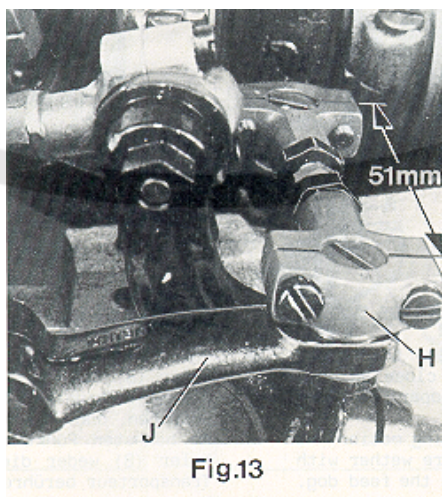
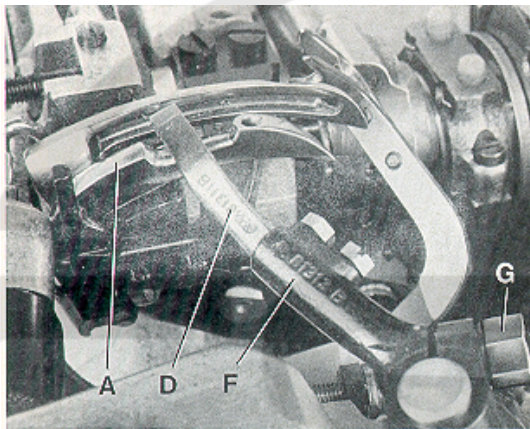
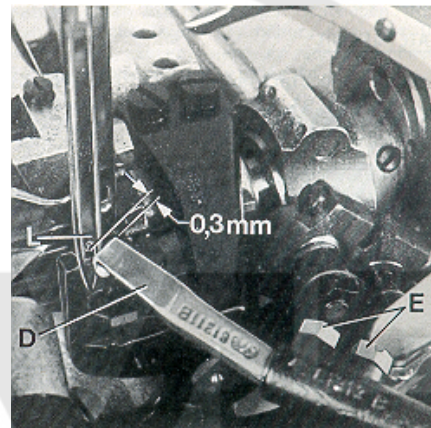

Fig.13
Fig.14
Fig.15
The distance (set at the factory) from center to center of the two ball joints driving the cross looper should be 51 mm (2") (see Fig. 13).
Basically the front ball joint (H, Fig. 13) should be positioned as far as it will go to the left in the fastening slot of the cross looper drive lever (J).
When rotating the handwheel in operating direction cross looper (D, Fig. 14) should swing as close as possible in the recess behind the eye over the double locked stitch looper (A) without contacting it.
At the left end of its swing motion cross looper (D, Fig. 15) must be positioned so that the left needle (L) securely stitches into the thread loop hanging around the hook of cross looper (D). In front of the left needle the cross looper should pass in a distance of 0.3 mm (.012") (see Fig. 15).
Der Abstand (im Werk eingestellt) von Mitte zu Mitte zwischen den beiden Kugelgelenken zum Antrieb des Quergreifers muß 51 mm betragen (siehe Fig. 13).
Standardmäßig soll das vordere Kugelgelenk (H, Fig. 13) so weit wie möglich nach links im Befestigungsloch des Quergreifer-Antriebshebels (J) gestellt werden.
Beim Drehen des Handrades in Nährichtung soll der Quergreifer (D, Fig. 14) so dicht wie möglich in der Aussparung hinter dem Ohr über den Doppelkettenstichgreifer (A) schwenken, ohne diesen zu berühren.
Am linken Ende seiner Schwenkbewegung muß der Quergreifer (D, Fig. 15) so stehen, daß die linke Nadel (L) sicher in die um den Haken des Quergreifers (D) hängende Fadenschleife einsticht. Vor der linken Nadel soll der Quergreifer in einem Abstand von 0,3 mm vorbeischnellen (siehe Fig. 15).
After loosening the two screws (E, Fig. 15) the 0.3 mm (.012") distance to the left needle is adjustable. Retighten screws on the flat of the cross looper shank. After loosening clamp screw (G, Fig. 14) cross looper lever (F) can be raised or lowered for setting the height of cross looper (D) with respect to the double locked stitch looper (A) and it can be tilted to the right or left for adjusting the swing motion of the cross looper with respect to the left needle. Retighten clamp screw. If required the length of the path of the cross looper swing motion can be reduced by positioning ball joint (H, Fig. 13) to the right in the fastening slot of the cross looper drive lever (J).
Nach Lösen der beiden Schrauben (E, Fig. 15) kann der 0,3 mm Abstand zur linken Nadel eingestellt werden. Ziehen Sie die Schrauben wieder auf der Befestigungsfläche des Quergreifers fest. Nach Lösen der Klemmschraube (G, Fig. 14) kann der Quergreiferhebel (F) nach oben oder unten verschoben werden, um die Höhe des Quergreifers (D) zum Doppelkettenstichgreifer (A) einzustellen und nach rechts oder links geschwenkt werden, um die Schwenkbewegung des Quergreifers in Bezug zur linken Nadel einzustellen. Ziehen Sie die Klemmschraube wieder fest. Bei Bedarf kann der Schwenkweg des Quergreifers durch Versetzen des Kugelgelenks (H, Fig. 13) im Befestigungslangloch des Quergreifer-Antriebshebels (J) nach rechts verkleinert werden.